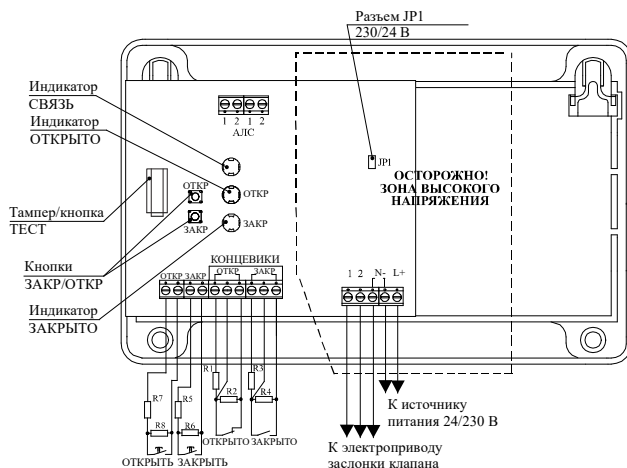

Рисунок 1
Выбор напряжения питания электропривода осуществляется джампером, который устанавливается на разъем JP1 (рисунок 1) (4.5).
4.5 Переключение напряжения питания электропривода (24 В или 230 В) производится путем замыкания джампером разъема JP1 (рисунок 1).